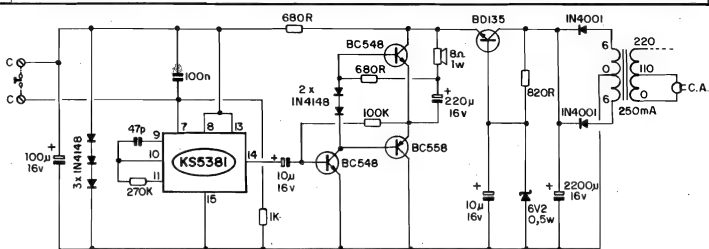

Fig. 7
- FIG. 7 - O CIRCUITO - Em essência, o núcleo do circuito é a mesma estrutura usada para a CAIXINHA DE 7 MÚSICAS (montagem básica da presente COMPLETINHA DUPLA...). Os mesmos resistor e capacitor aos pinos 9-10-11, determinando rit-